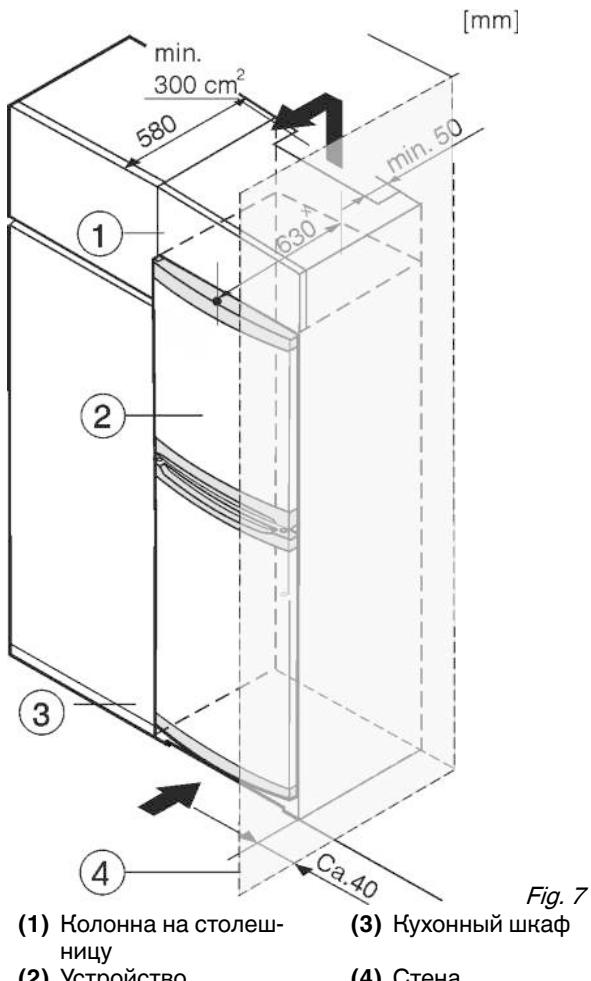

Fig. 7
(1) Колонна на столешнице
(2) Устройство
(3) Кухонный шкаф
(4) Стена
Устройство может быть окружено кухонными шкафами. Чтобы уравнять устройство Fig. 7 (2) по высоте с кухонной стенкой, можно установить над устройством дополнительный шкафчик Fig. 7 (1).
При комбинировании с кухонными шкафами (глубина макс. 580 мм) устройство можно установить непосредственно рядом с кухонным шкафом Fig. 7 (3). Устройство выступает сбоку на 34 мм и по центру на 50 мм относительно передней стенки кухонного шкафа.
Если устройство установлено на шарнирах у стены Fig. 7 (4), то расстояние между устройством и стеной должно быть не менее 40 мм. Настолько выступает ручка при открытой дверце.